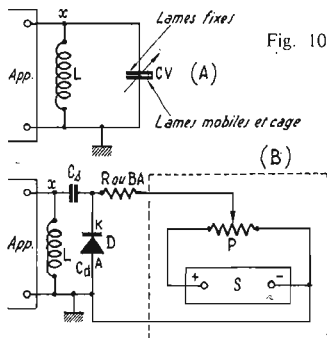

Fig. 10
Voici un exemple plus pratique d'emploi de diode à capacité variable (voir Fig. 10).
A la figure 10 (B) on donne le schéma réel de ce dispositif, dans lequel la partie entourée d'un pointillé peut être placée à distance.
Au lieu d'un réglage progressif d'accord, réalisé en tournant le bouton du potentiomètre  $P$  (Fig. 10 B) on peut aussi effectuer un **réglage automatique** par poussoirs, possibilité, qui se désigne sous le nom de stations préréglées.